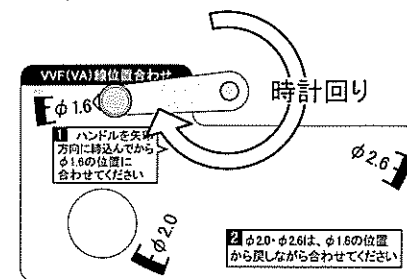

図7.
- φ1.6は上カバーLH上部のハンドルを矢印方向(時計回り)に締込んでからラベルのφ1.6位置に合わせてください。(図7.)